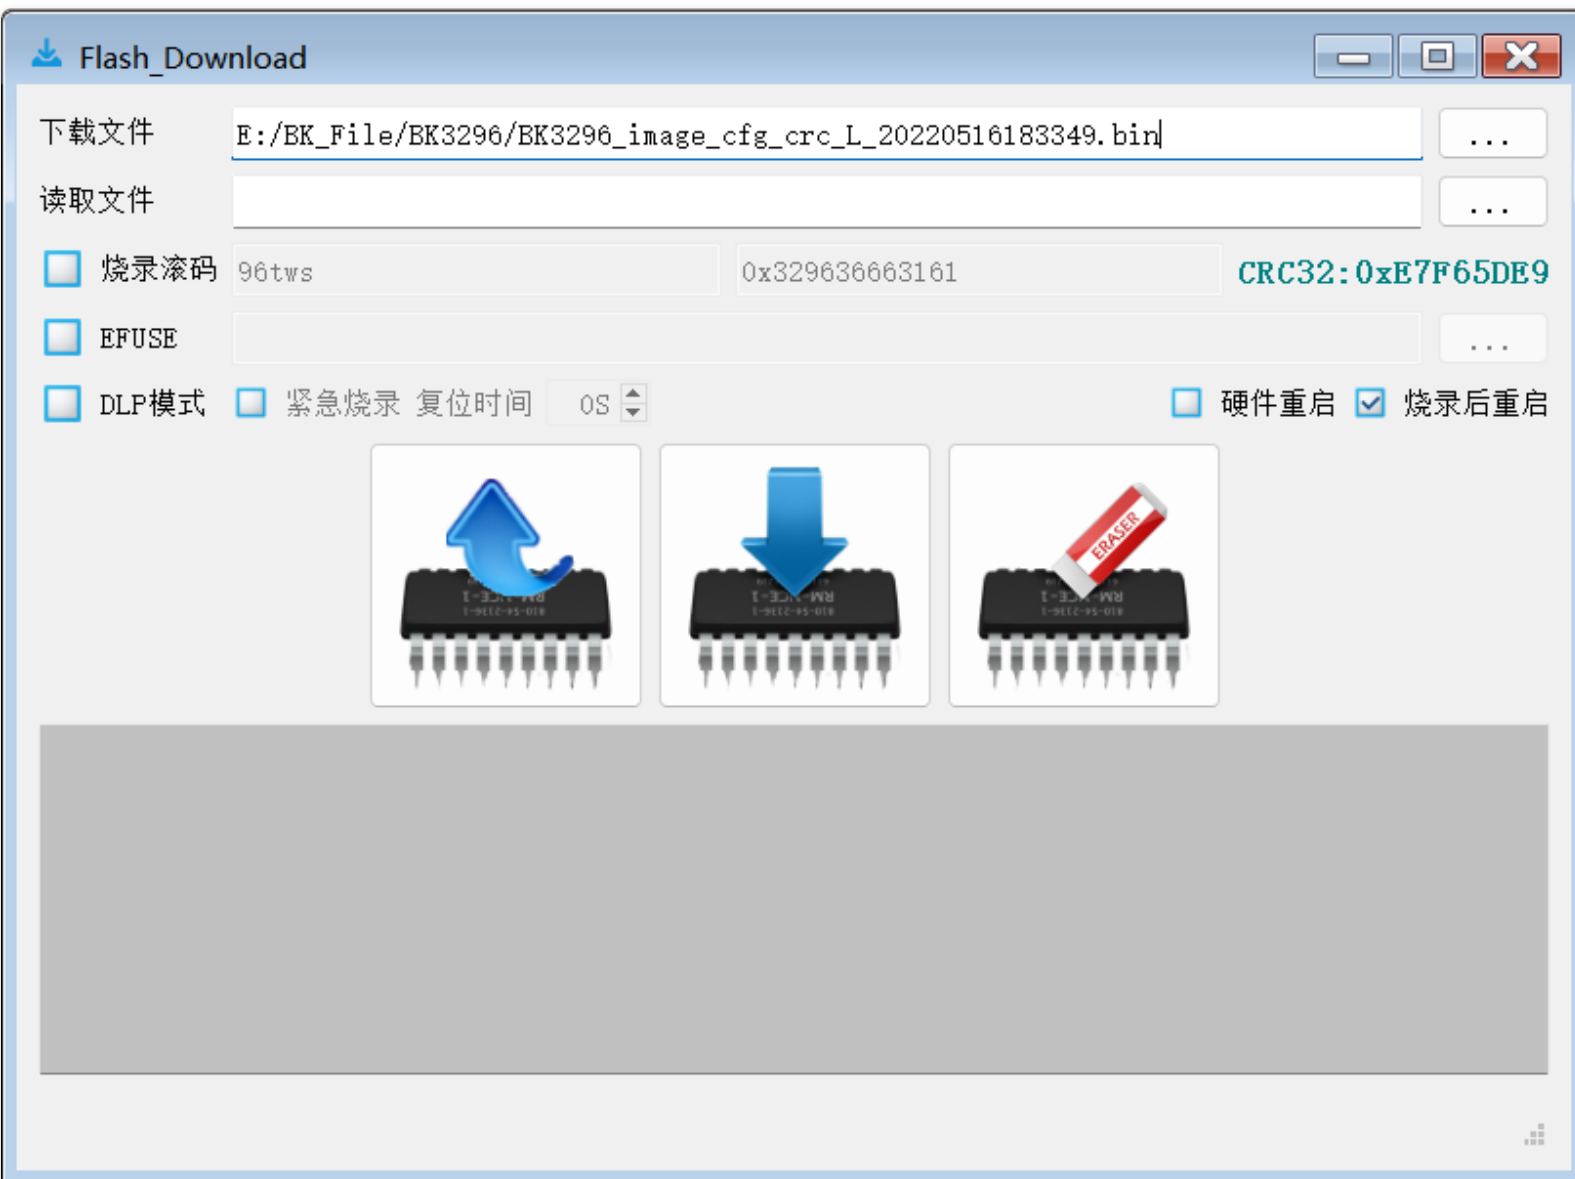

图4-2 Flash烧录
- 如图4-2，此模块主要功能是Flash烧录和Flash读取以及擦除，其中Flash读取和擦除功能只在使用Admin用户组登录时可用；烧录使用的串口参数需要在串口设置中操作。